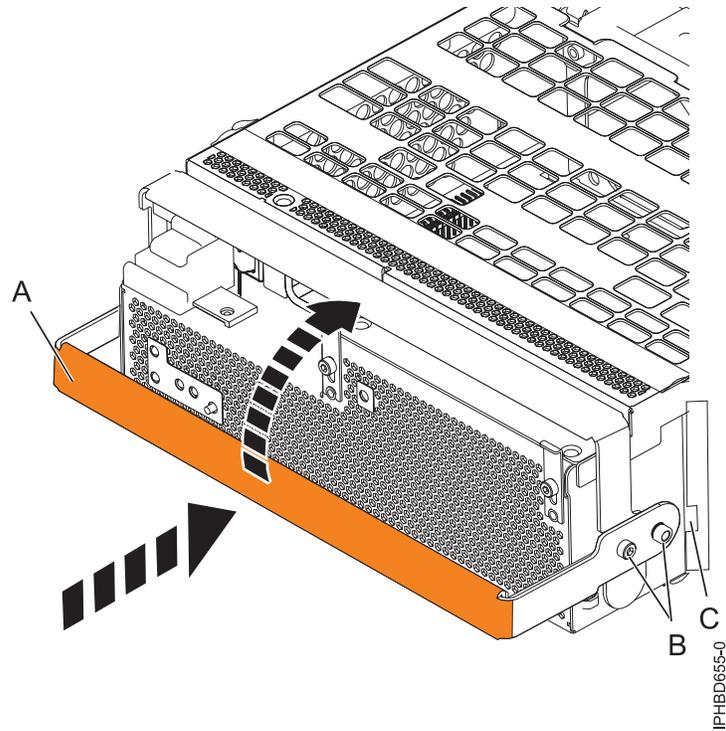

Figura 90. Sustitución de una fuente de alimentación
11. Para sustituir la fuente de alimentación, con el asa de bloqueo (A) en posición abierta, empuje la fuente de alimentación hacia la unidad de expansión, según se muestra en Figura 90 en la página 131.
12. Cierre el asa de bloqueo (A) hasta que la fuente de alimentación quede bloqueada en su sitio.